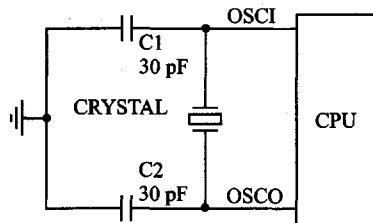

图 1.17 晶振电路
- 外置晶振 + 内置振荡器。这种电路的频率误差一般在百万分之几,适合于需要做实时时钟或精准定时的系统(参见图 1.17: 晶振电路)。